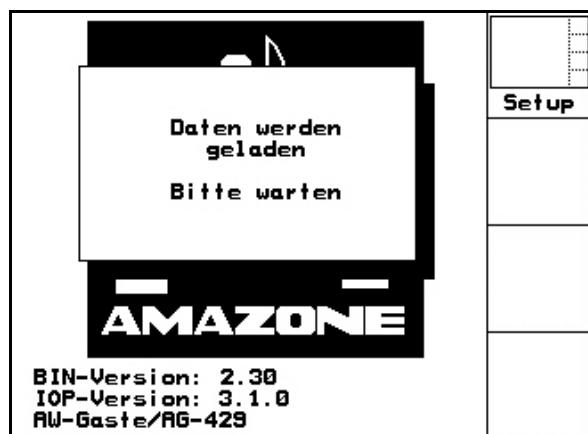

Рис. 13
**i** Если **AMATRON+** копирует данные с компьютера агрегата, то появляется изображенный рядом начальный кадр (Рис. 13). Копирование новых данных производится при: